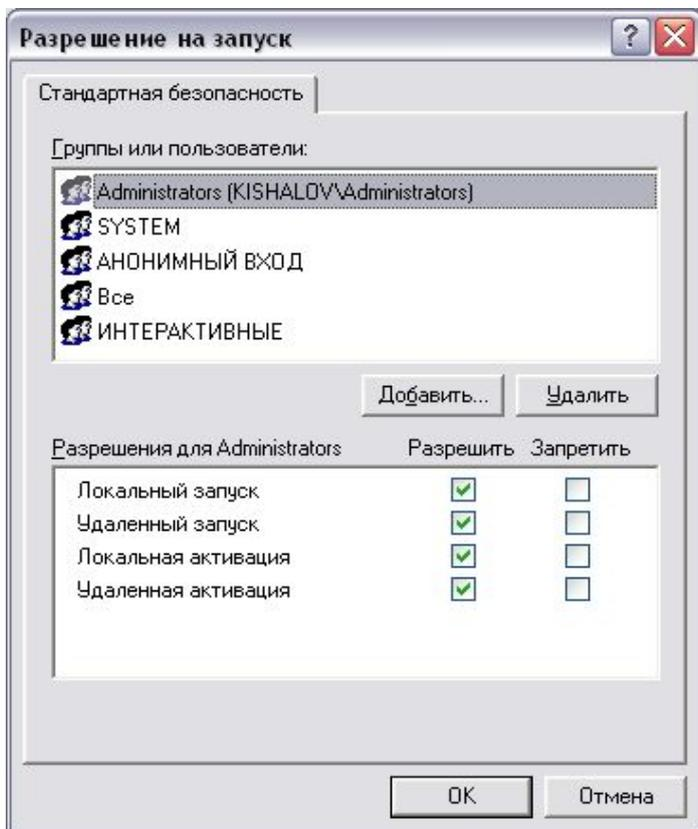

Рис. 15 Настройка DCOM – Разрешение на запуск и активацию. Настройки по умолчанию
3.7. Нажать кнопку ‘Разрешение на запуск и активацию’ – ‘Изменить настройки по умолчанию...’(Рис. 15). Повторить п.3.2-3.4.